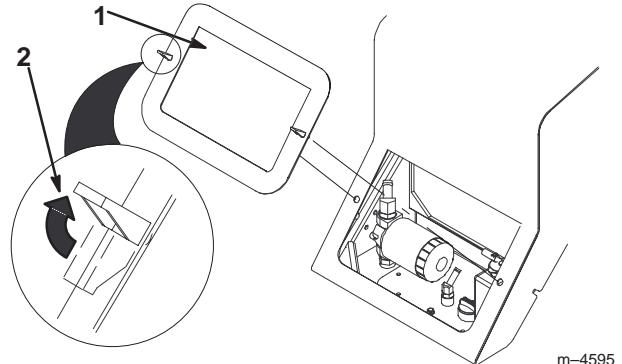

Figure 21
3. Desserrez les deux languettes de blocage (Fig. 21).
4. Déposez le couvercle du groupe de déplacement (Fig. 21).